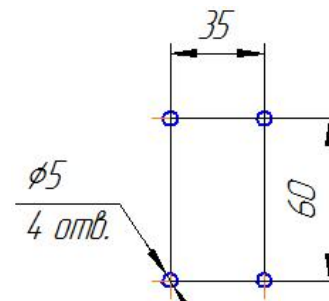

Рис.2
4.5 Схему расположения отверстий крепления на стене кронштейна поста газоразборного модели ППП-25 см.рис.2.